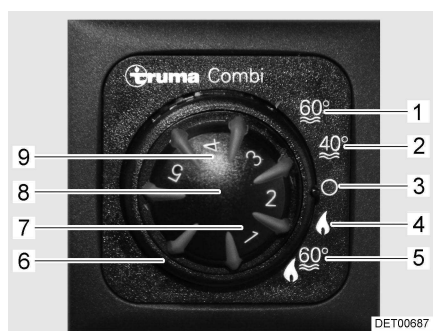

Fig. 80 Centralina di controllo
- Impostare la modalità di funzionamento tramite l'interruttore girevole (Fig. 80,6).
Durante il funzionamento invernale "Riscaldamento e preparazione acqua calda" (Fig. 80,5) accendendo il riscaldamento viene riscaldata automaticamente anche l'acqua sanitaria. Quando il riscaldamento si spegne al raggiungimento della temperatura ambiente desiderata, l'acqua sanitaria continua a riscaldarsi, fino a quando questa raggiunge la temperatura impostata.
Nella modalità di funzionamento "Solo riscaldamento" (Fig. 80,4) è possibile far funzionare il riscaldamento solo con il serbatoio dell'acqua sanitaria vuoto.
- Impostare la manopola della temperatura (Fig. 80,8) sulla centralina di controllo scegliendo il livello di potenza desiderato.
- Posizionare l'interruttore girevole (Fig. 80,6) su funzionamento invernale "Solo riscaldamento" (Fig. 80,4) o su funzionamento invernale "Riscaldamento e preparazione acqua calda" (Fig. 80,5).
Si accende la spia di controllo verde (Fig. 80,7).
- Posizionare l'interruttore girevole (Fig. 80,6) su "O" (Fig. 80,3).
- Sulla centralina di controllo (Fig. 80) posizionare l'interruttore girevole (Fig. 80,6) su "Funzionamento estivo" (Fig. 80,1 o 2).
La spia di controllo gialla (Fig. 80,9) si accende durante la fase di riscaldamento. Al raggiungimento della temperatura dell'acqua desiderata, la fase di riscaldamento termina e la spia di controllo gialla si spegne.
In caso di guasti, la spia di controllo (Fig. 80,9) sulla centralina di controllo si illumina di rosso (vedi paragrafo 15.7).
- Sulla centralina di controllo (Fig. 80) posizionare l'interruttore girevole (Fig. 80,6) su "O".